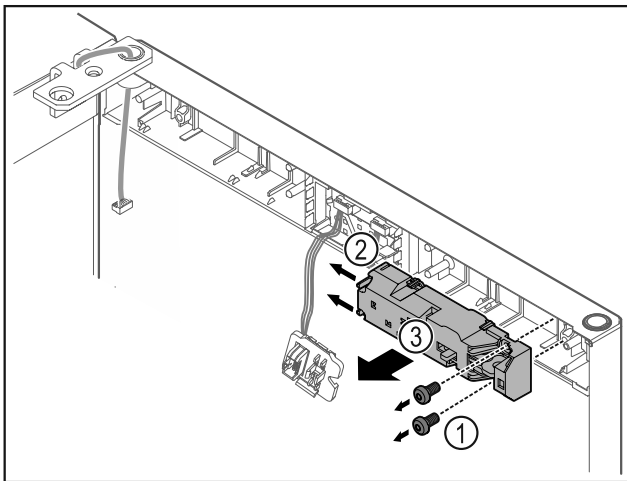

Fig. 23
- ▶ Schroeven Fig. 23 (1) verwijderen.
- ▶ Grendelnokken Fig. 23 (2) opzij drukken en afstandsslot Fig. 23 (3) verwijderen.